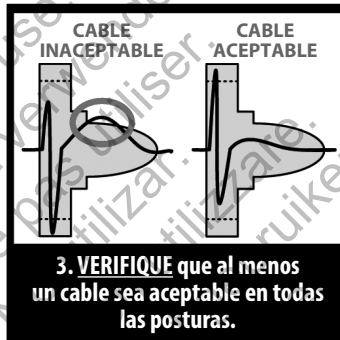

Figura 4: Evaluación del complejo QRS
3. **Evalúe** el complejo QRS. Si el complejo QRS y la onda T posterior completos se encuentran dentro del perfil coloreado, el QRS se considera aceptable. Si alguna parte del complejo QRS o de la onda T posterior se extiende fuera del perfil coloreado, el QRS se considera inaceptable (Figura 4).